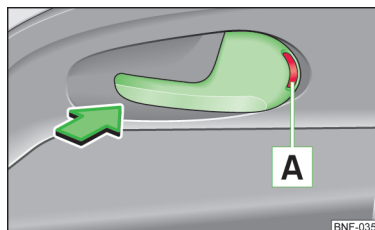

Bild 27
- Tryck dörröppningshandtaget i pilens riktning så att den röda markeringen **A** » bild 27 blir synlig.
- Öppna dörren genom att dra i dörröppningshandtaget en gång mot pilens riktning » bild 27.